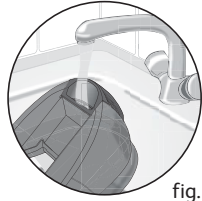

fig. 6
- Remplissez le réservoir d'eau sans dépasser le niveau Max. - fig.6 et 7.